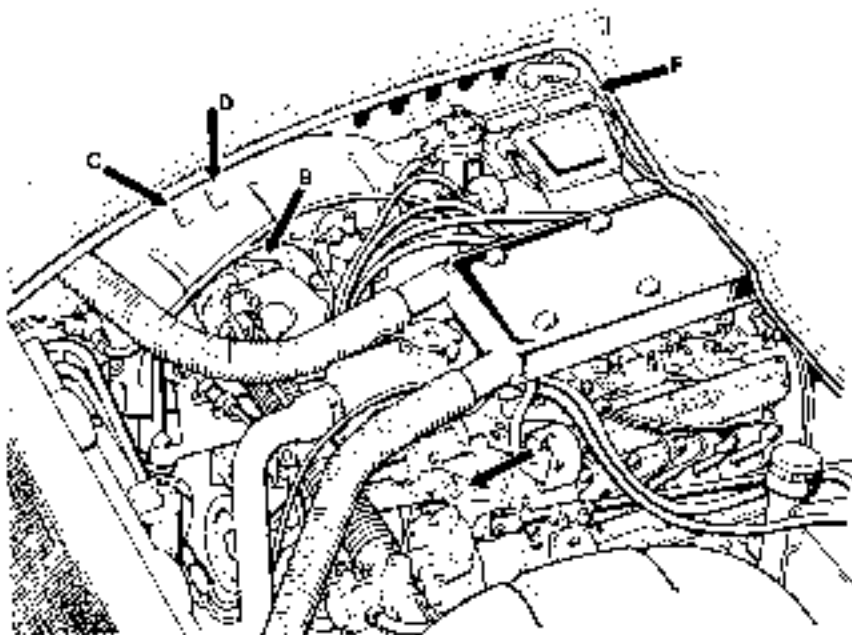

Fig. 1
DATI PER L'IDENTIFICAZIONE DELLA VETTURA (Fig. 1)
La vettura è contraddistinta da un particolare numero d'identificazione stampigliato sul lato destro del telaio nel vano motore (Fig. 1/B).
Il motore ha il numero stampigliato sul basamento parte anteriore sinistra (Fig. 1/A).
Omologazione europea per il rumore si trova sempre sul passaruota centro vano motore (Fig. 1/C).
La voiture porte un numéro d'identification spécial estampillé sur le côté droit du châssis dans la niche du moteur (Fig. 1/B).
Le numéro du moteur est estampillé sur le carter avant gauche (Fig. 1/A).
— une plaque avec les numéros de châssis et d'homologation italienne, placée sur le passage de roue droit sous le capot moteur (Fig. 1/D).
IDENTIFICATION DATA OF THE CAR (Fig. 1)
The car is marked by a particular identification number which is stamped on the right side of the chassis, in the engine compartment (Fig. 1/B).
The engine number is stamped on the left front part of the engine block (Fig. 1/A).
- Summarizing plate, with chassis and Italian homologation numbers, placed on the right in the engine compartment (Fig. 1/D)
European homologation for noise, this plate is always placed on the right wheelchair in the engine compartment (Fig. 1/C).
DATEN ZUR IDENTIFIZIERUNG DES WAGENS (Abb. 1)
Der Wagen hat eine besondere Identifizierungs-Nummer, die am hinteren, rechten Längsträger im Motorraum eingeschlagen ist (Abb. 1/B).
Die Motornummer ist unten, am linken, hinteren Teil eingeschlagen (Abb. 1/A).
— Zusammenfassendes Schild mit Fahrzeugnummer und italienischer Betriebs-erlaubnis am rechten Längsträger im Motorraum (Abb. 1/D).
Europäische Typenprüfschilder für Geräusch, die ebenfalls am rechten Längsträger im Motorraum angebracht sind (Abb. 1/C).